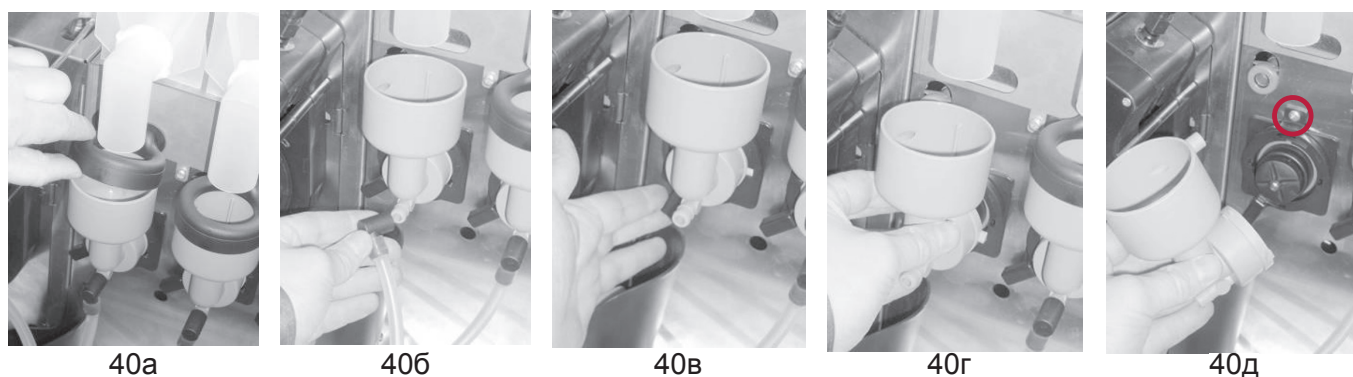

Рисунок 40 - Демонтаж миксера
1. Снимите крышку воронки миксера (см.рис.40а)
2. Отсоедините переходник трубки выдачи напитка (см.рис.40б)
3. Поверните ручку фиксатора воронки вниз (см.рис.40в)
4. Аккуратно потяните воронку на себя (см.рис.40г)
Для снятия мотора миксера, отвинтите винт, крепящий мотор к кронштейну (см.рис.40д), затем снимите мотор и отключите электрические соединения.